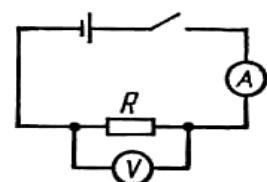

Рис. 1. Схема
- Для измерения удельного сопротивления проводника собирают электрическую цепь. Схема, которой показана на рис.1.